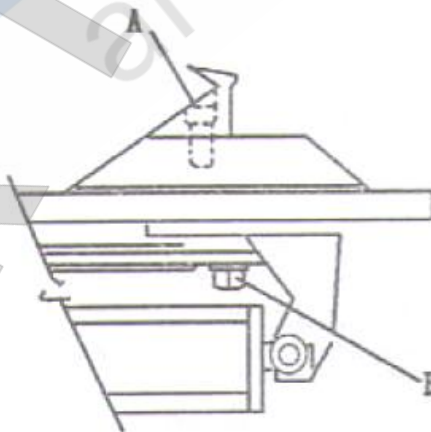

Рис. 8
- b. По истечению первых 20 дней работы повторно затянуть винты крепления зажимных кулачков и винты направляющих поворотного стола (рис. 8).